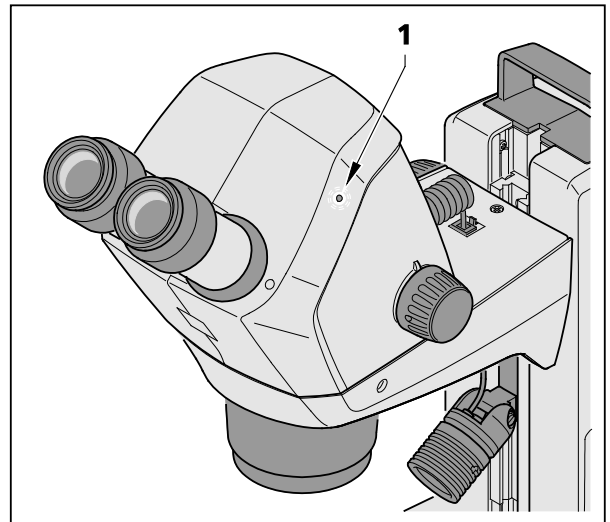

Fig. 6 LED para la indicación del estado en el cuerpo de microscopio
- El LED azul para la indicación del estado situado en el cuerpo de microscopio (Fig. 6/1) empieza parpadear tras unos segundos, esto indica la inicialización en curso de la cámara Wi-Fi integrada.